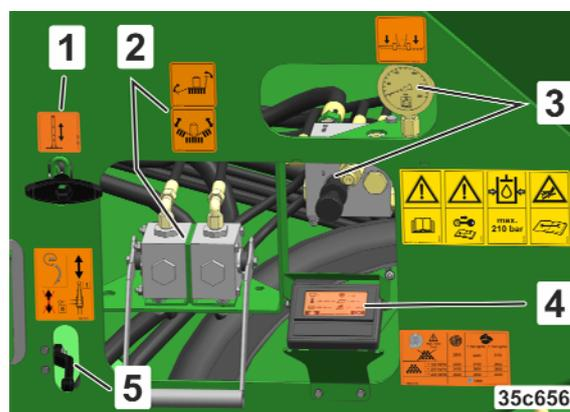

Рис. 40
- трос опорной стойки (Рис. 40/1);
- элементы управления складыванием машины (Рис. 40/2);
- элементы управления настройкой давления консолей (Рис. 40/3);
- TwinTerminal (Рис. 40/4) в сочетании с ISOBUS;
- элементы управления складыванием следорыхлителей (Рис. 40/5).